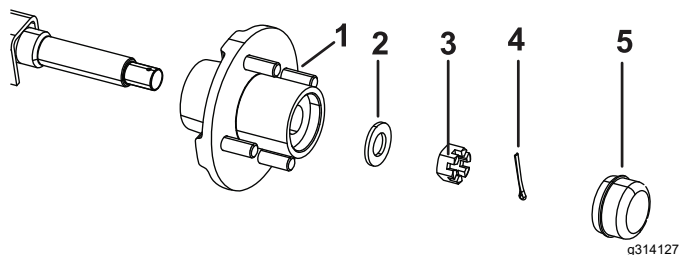

Figure 37
3. Retirez le chapeau de moyeu, la goupille fendue, l'arrêt d'écrou et la rondelle du moyeu (Figure 37).